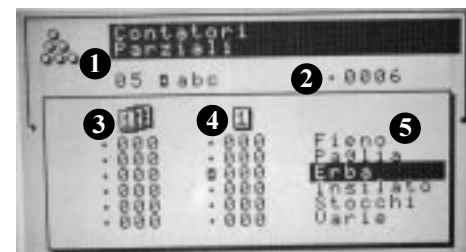

Fig.21 - Exemple: Compteur n° 05, nommé "abc"
Si vous avez choisi un compteur de 1 à 3, vous pourrez activer seulement le comptage global des balles recueillies par la machine, **compteur 2** (*Fig.21 - pag.10*), correspondant au compteur utilisé.
Si au contraire vous avez choisi un compteur de 4 à 20, vous pourrez aussi sélectionner et activer un des compteurs partiels, **colonnes 3 et 4** (*Fig.21 - pag.10*):
Dans l'image de l'exemple (**Fig.21**) est représenté l'affichage qui décrit le compteur numéro 05, appelé "abc" (1).